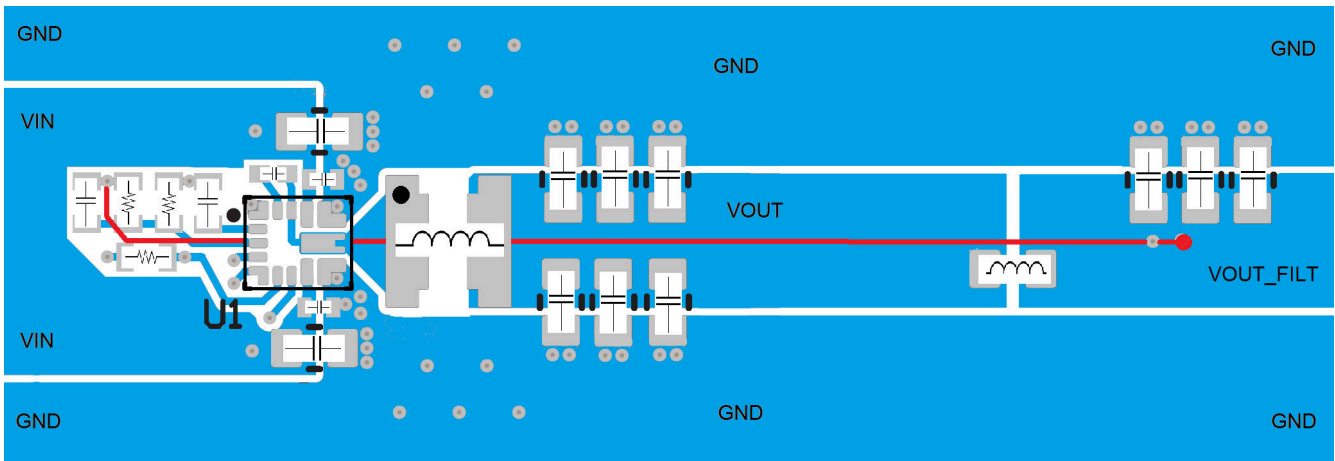

图 7-3. 使用第二个 L-C 滤波器的设计的建议布局
- 避免将铁氧体磁珠放置在图 7-3 所示的禁止区域
- 请参阅在 EVM 上实施的建议布局, 如 EVM 用户指南、TPS62916EVM 评估模块 以及图 7-3 中所示。